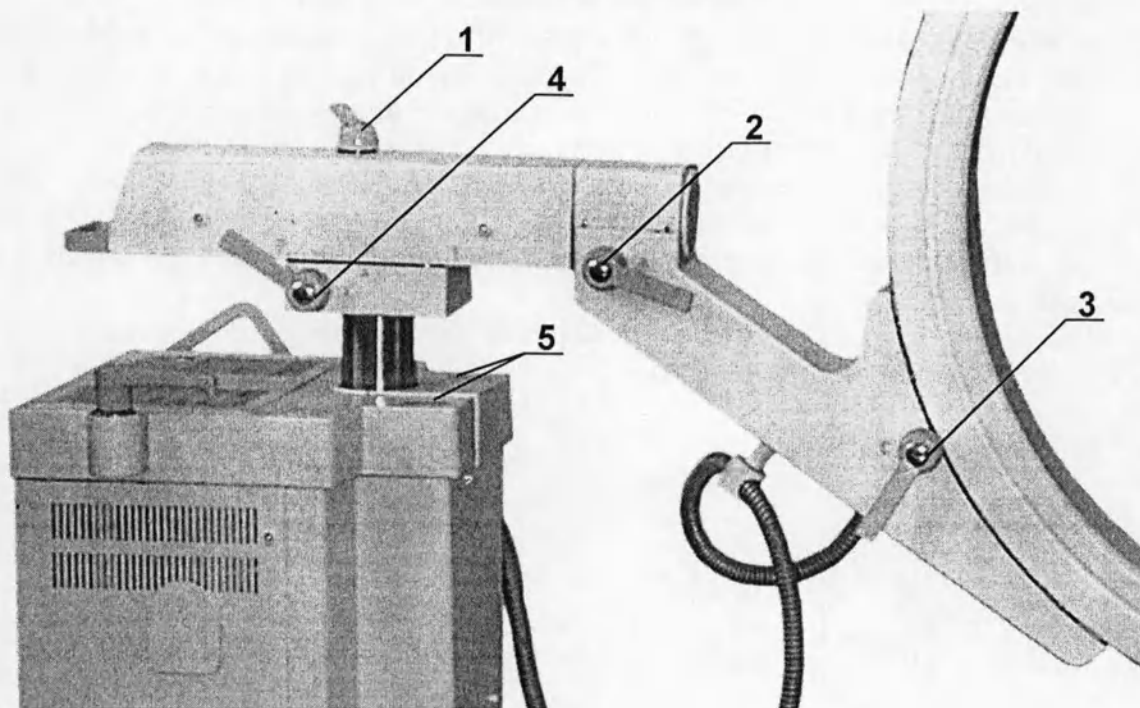

Рис. 2.7. Органы управления перемещением штатива (С-дуги).
На рис.2.7 показано расположение органов управления перемещением штатива (С-дуги). Органы управления представляют собой поворачиваемые ручки. Вертикальное перемещение производится автоматически при нажатии на соответствующие кнопки на верхней панели тумбы штатива. Для удобства управления перемещением С-дуги, поворачиваемые ручки (а также кнопки управления вертикальным перемещением) находятся как с правой, так и с левой стороны штатива. На рисунке 2.7 обозначены :
- РЕКОМЕНДАЦИЯ!** Соблюдайте пределы перемещения штатива (см. Глава 1, п.1.5) и угол поворота ручки (рис.2.7).